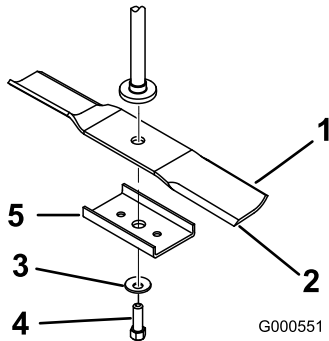
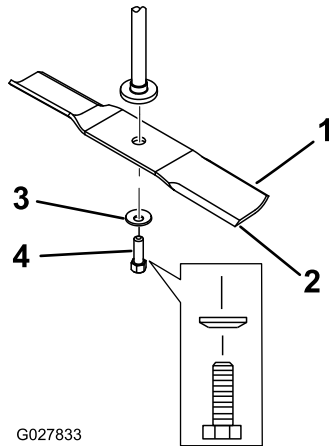

Bild 56
Bild 57
2. Nehmen Sie die Messerverstärkung (nur 81-cm-Mähwerke), die Messerschraube, Wellenscheibe und das Messer von der Spindelwelle ab (Bild 56 und Bild 57).
1. Setzen Sie das Messer auf die Spindelwelle (Bild 57).
2. Montieren Sie die Messerverstärkung (nur 81-cm-Mähwerke), die Wellenscheibe (Schalenseite zum Messer) und die Messerschraube (Bild 57).